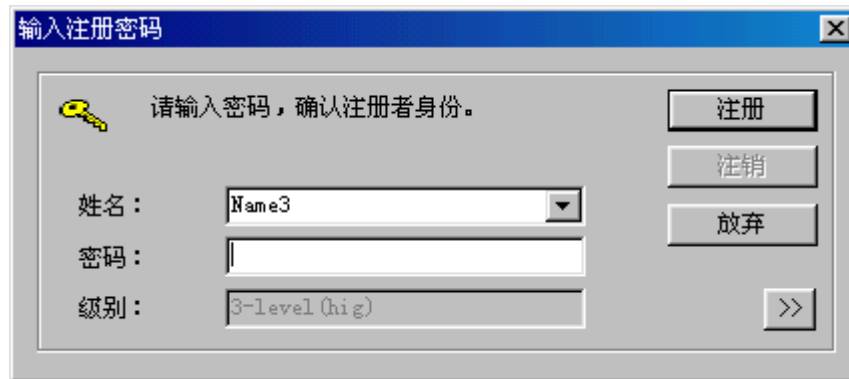

图 5-8
1. 单击[注册]按钮，显示“输入注册密码”对话框。如图 5-8 所示。